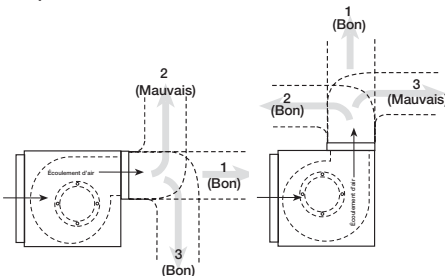

Figure 11 — Pose de la gaine
- La pose des gaines est essentielle au bon fonctionnement du caisson de ventilation (Figure 11). Il est conseillé de prévoir une gaine droite (1) un qui tourne dans le même sens que la turbine (2). Une gaine coudée dans le sens opposé à la rotation de la turbine (3) produit des turbulences et une contrepression préjudiciable aux performances.